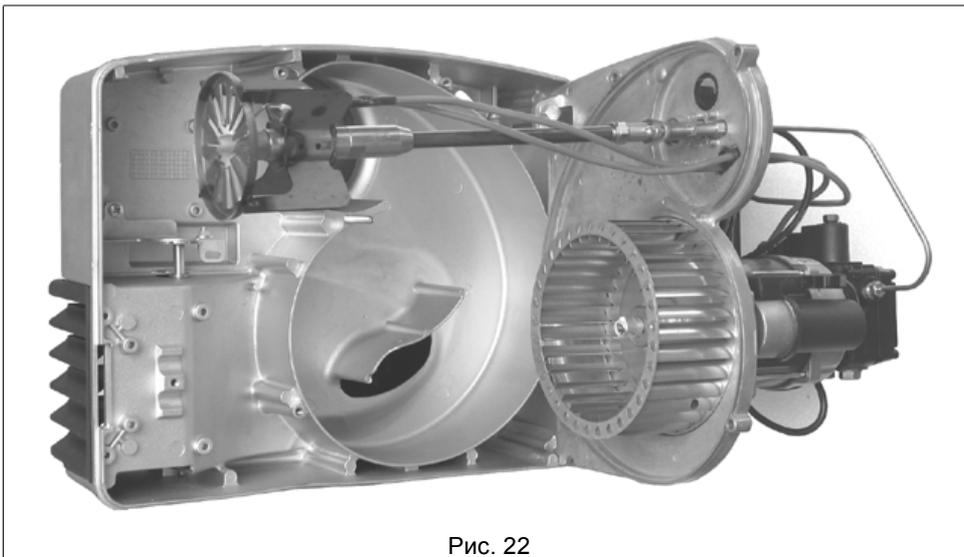

Рис. 22
- Снять пластину с компонентами горелки и разместить ее, как указано на Рис. 22 на странице 16.
- Зацепите пластину одним из способов, показанных на Рис. 22 для облегчения операций техобслуживания.